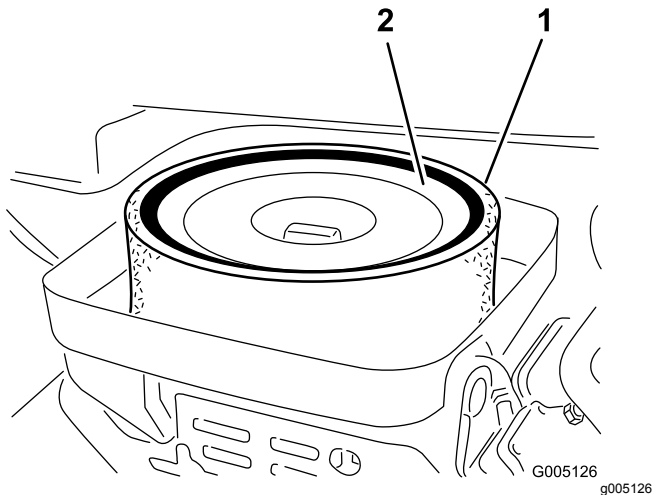

Bild 32
3. Entfernen Sie die Flügelmutter, mit der die Einsätze am Luftfiltergehäuse befestigt sind (Bild 32).
4. Nehmen Sie einen verschmutzten Schaumeinsatz vorsichtig vom Papiereinsatz ab (Bild 32). Reinigen Sie ihn gründlich wie folgt: